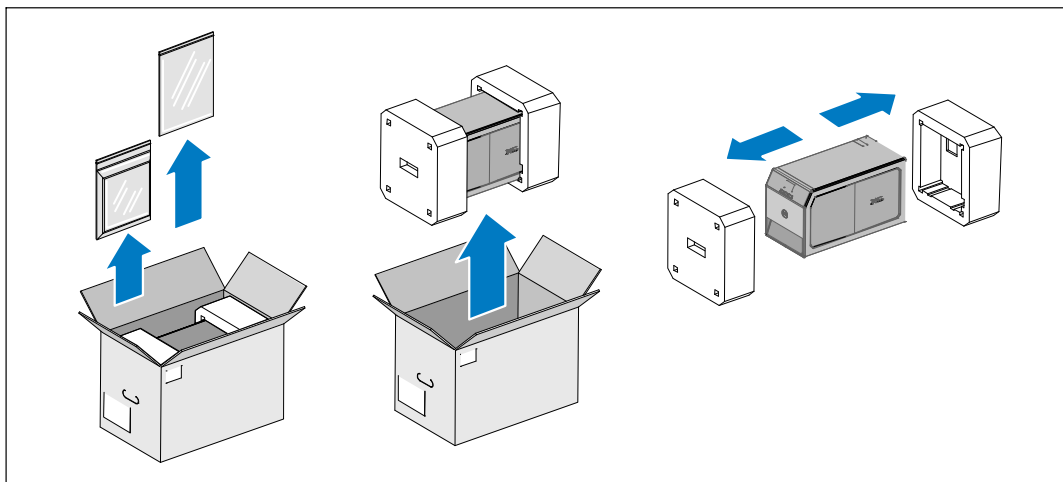

Figura 2. Cómo desembalar el sistema
- 1 Desembale su sistema e identifique cada elemento (consulte la Figura 2).